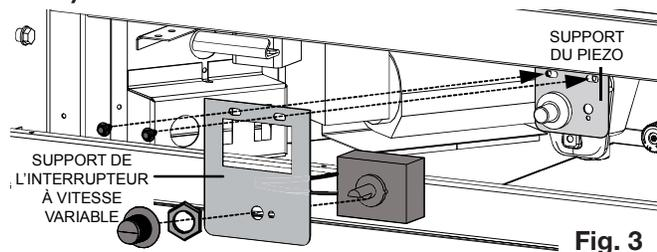

Fig. 3
8. L'interrupteur à vitesse variable (IVV) doivent être démonté pour fixer aux support IVV pour l'installation. Placez l'IVV entre le support puis fixer utilisant le rondelle de blocage. Prenez le bouton de l'interrupteur et installez-le en position (**Fig. 3**).
9. Pour installer l'IVV, le support de l'interrupteur à vitesse variable doivent être installés. Enlevez les deux vis du support du piezo, installez le support IVV, puis fixez en place utilisant les deux vis précédement enlever (**Fig. 3**).